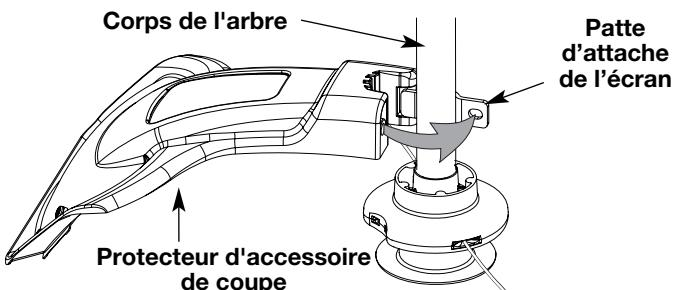

Fig. 4
- Placez l'écran de l'accessoire de coupe sur le logement de l'arbre. Veillez à ce que la patte d'attache de l'écran glisse dans l'encoche au bord de l'écran de coupe. Tournez l'écran dans le sens contraire des aiguilles d'une montre (Fig. 4) pour le mettre en place. Les trous dans la patte d'attache de l'écran et l'accessoire de coupe s'aligneront.